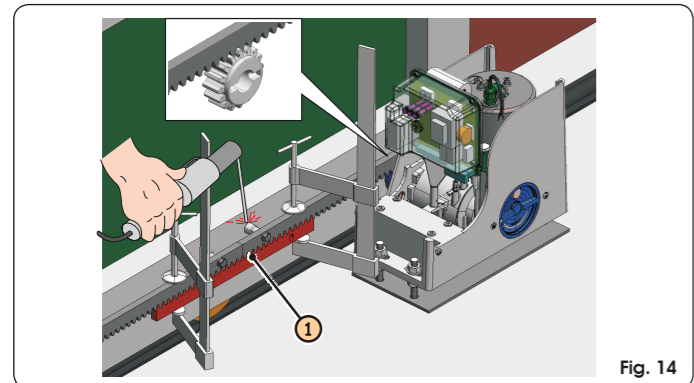

Fig. 14
- Acerque otro elemento de cremallera al precedente utilizando, para sincronizar la dentadura de los dos elementos, un trozo de cremallera como se indica en la Fig.14 ref. ①.
- Acerque otro elemento de cremallera al precedente utilizando, para sincronizar la dentadura de los dos elementos, un trozo de cremallera como se indica en la Fig. 14 ref 1).